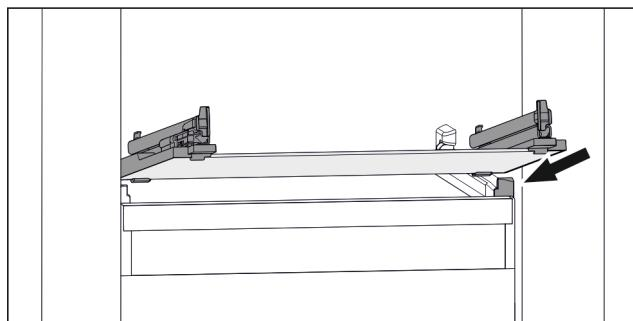

Fig. 78 Примерно изображение на стъклената плоча
- Поставете стъклената плоча под ъгъл зад ограничителите. (виж Fig. 78)